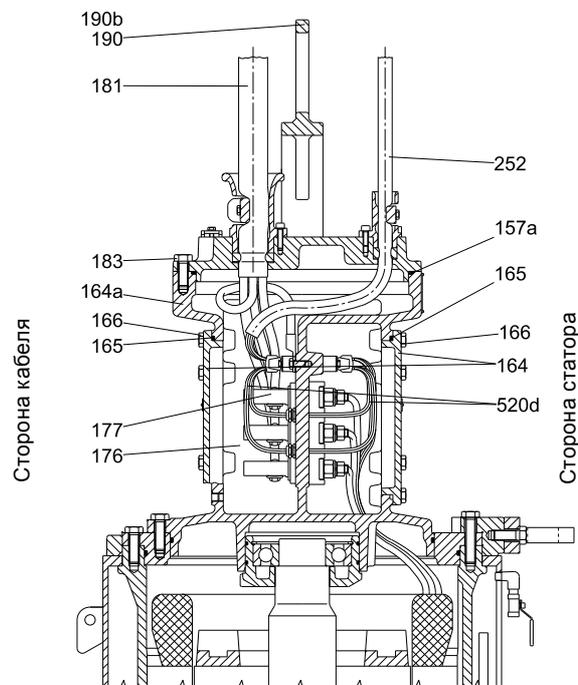
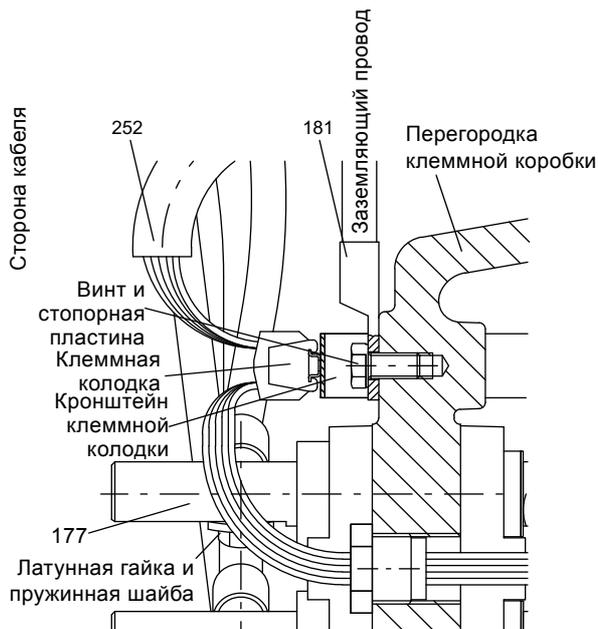

Рис. 30 Клеммная коробка, типоразмер 74
Рис. 31 Клеммная колодка в клеммной коробке, сторона кабеля
1. Удалить винты (166) из крышки клеммной коробки (164) на стороне кабеля. См. рис. 30.
2. Снять крышку клеммной коробки (164) вместе с кольцевым уплотнением (165) с клеммной коробки (164a).
3. Отсоединить провода кабеля управления (252) от клеммной колодки. См. рис. 31.